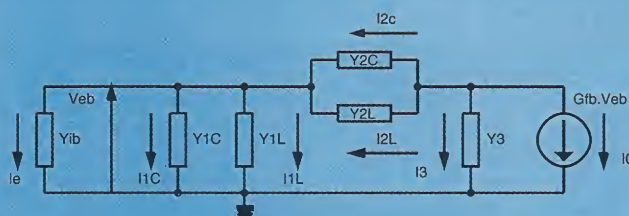

Figure 2
b) le schéma équivalent représentatif de cet ensemble est donné figure 2.